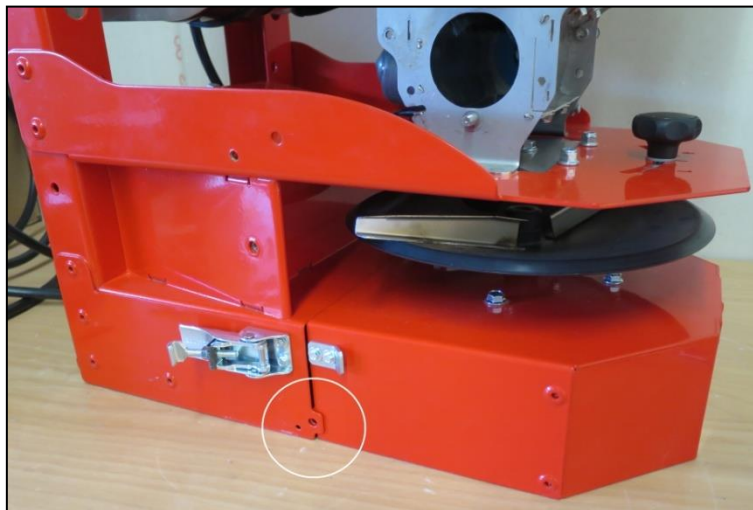

Abb.: 133
- Positionieren Sie den Tellerrahmen nun so zum Streugerät, dass sich die jeweiligen Bohrungen überlappen (in Abb.: 133 gekennzeichnet). Die beiden Laschen des Tellerrahmens befinden sich dabei an der Innenseite des Streugeräts.